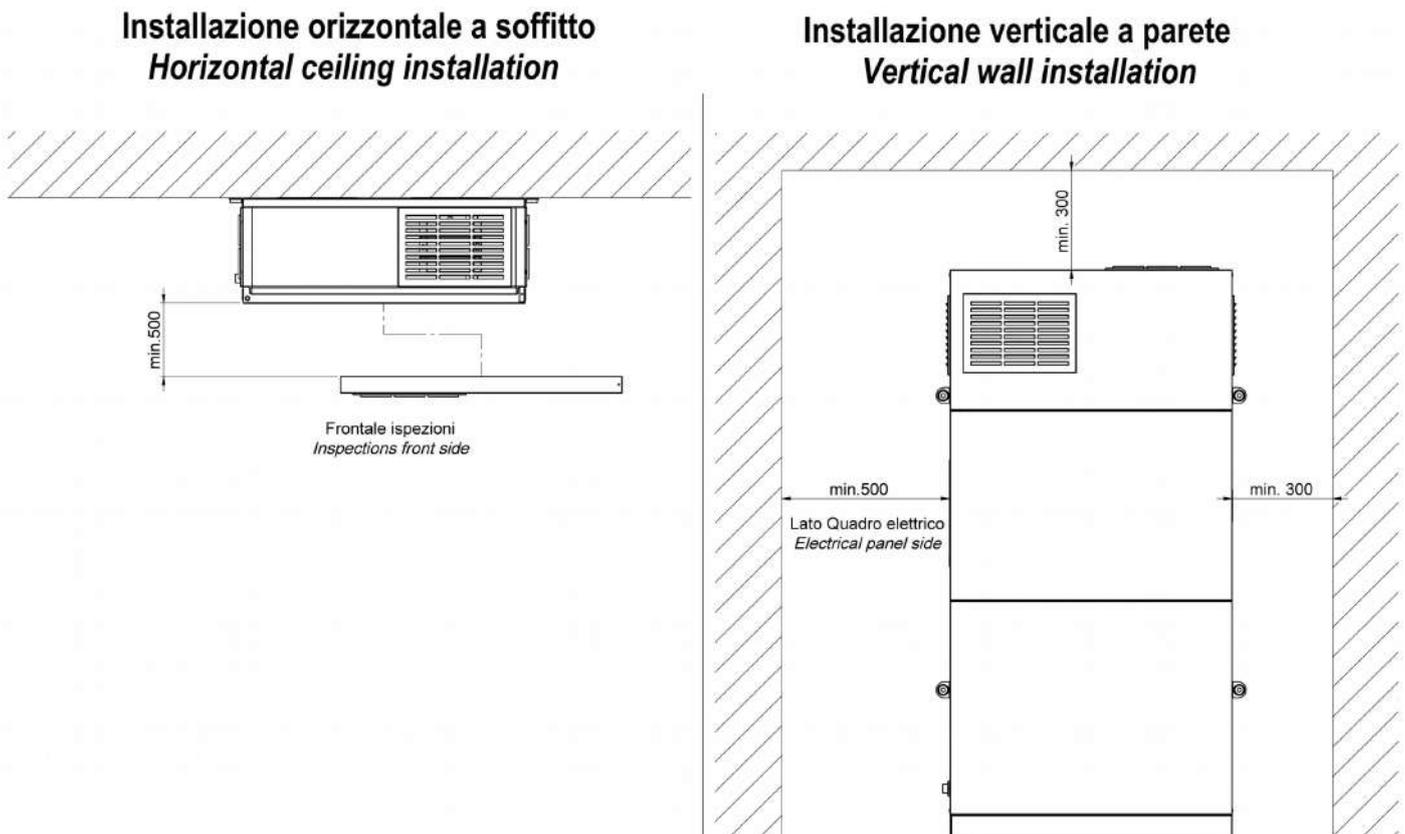

Fig.19
- Prevedere spazi tecnici adeguati tali da garantire le operazioni di installazione nonché di manutenzione e di sostituzione dei componenti quali filtri e ventilatori (Fig. 19).
- *Leave a minimum amount of free space around the unit, as shown in the figure, so as to allow for installation, maintenance and the replacement of components, such as filters and fans (Fig. 19).*
In caso di installazione nel controsoffitto, prevedere idonee aperture inferiori per l'accessibilità alle sezioni ventilanti, filtri, quadro elettrico, e ispezione sifoni (Fig. 19).
In case of false ceiling installation, provide suitable lower opening panels to enter fan sections, filter sections, electrical box, and siphons inspection (Fig. 19).